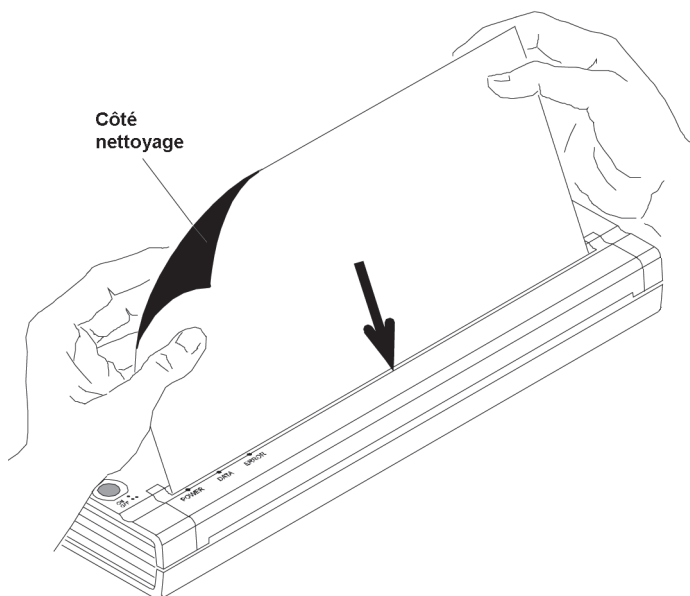

Figure 17. Insertion de la lingette
3. Insérez la lingette noire fournie avec l'imprimante dans la fente d'alimentation papier. La face noire rugueuse, qui contient le produit nettoyant, doit être orientée vers l'arrière de l'imprimante. Consultez la Figure 17.